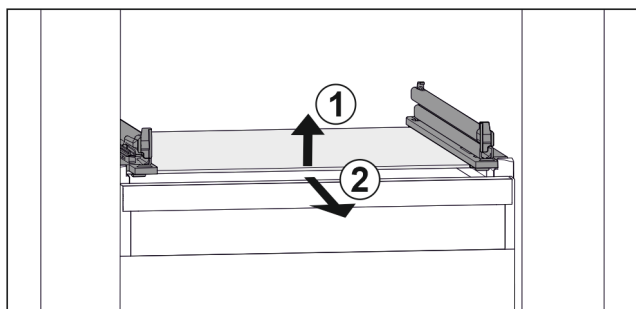

Fig. 129 Exemple de représentation de la tablette en verre
- Soulever la tablette en verre par l'avant. Fig. 129 (1)
- Retirer la tablette en verre par l'avant. Fig. 129 (2)